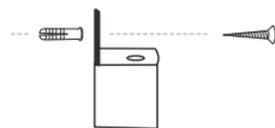

Figura 1
1. Attaccare saldamente la staffa a parete su una superficie piana utilizzando molli e viti a scatto all'altezza desiderata. (Si consiglia di utilizzare un livello per garantire il corretto montaggio). (Figura 1)